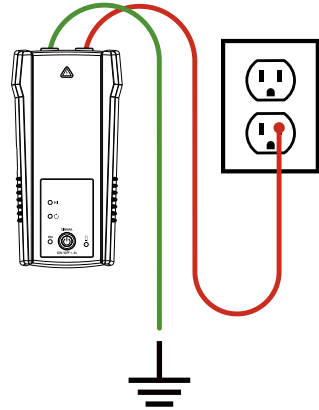

Figura 3.1a: Conexión adecuada con conexión a tierra independiente
2. Con los accesorios de terminales de prueba suministrados, conecte el terminal de prueba rojo al cable que se rastreará (energizado o desenergizado). En el caso de receptáculos, asegúrese de conectar el terminal de prueba al cable de línea (vivo). En el caso de sistemas energizados, la señal se transmitirá ÚNICAMENTE entre el lado de carga al que está conectado el transmisor y la fuente de alimentación (consulte la Figura 3.1a).